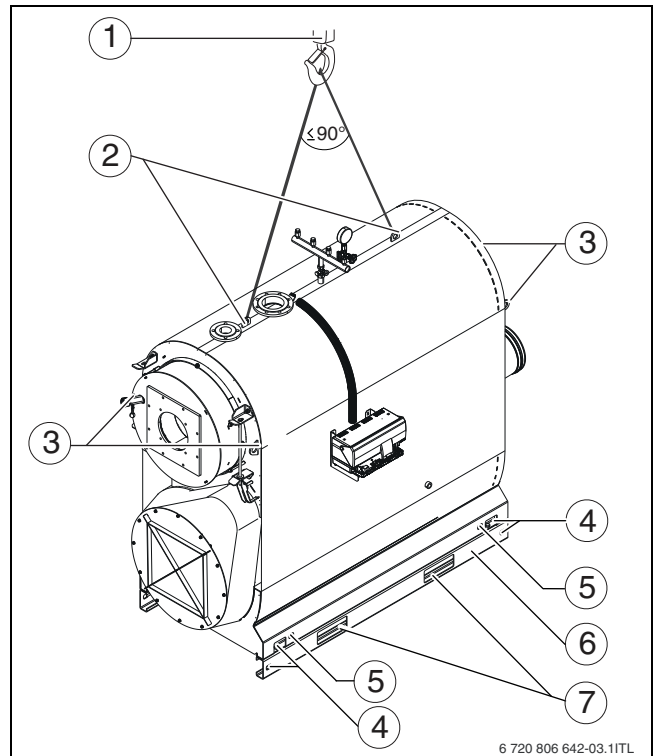

Рис. 8 Подъём котла краном
- ▶ Вставьте крюки строп в отверстия обоих косынок жёсткости (→ рис. 8, [2]) на корпусе котла.
- ▶ Подвесьте стропы на крюк крана (→ рис. 8, [1]).
- ▶ Поднимите весь котёл подъёмной тележкой (см. главу 4.1.4, стр. 17) или домкратом с одной стороны (→ рис. 8, [5], стр. 16).